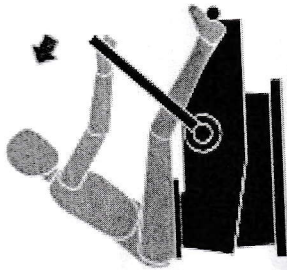

Рис. 6
- 16.2 Для занятий необходимо размещать на сидении Изделия, ноги расположить к себе рукоятки Изделия в горизонтальном направлении. Для пользования изделием необходимо периодически притягивать к себе рукоятки Изделия в горизонтально-вертикальному направлению. По редукционному подвиганию рукоятки приводит к горизонтально-вертикальному движению сиденья, которому противодействует вес занимающегося (рис.6).